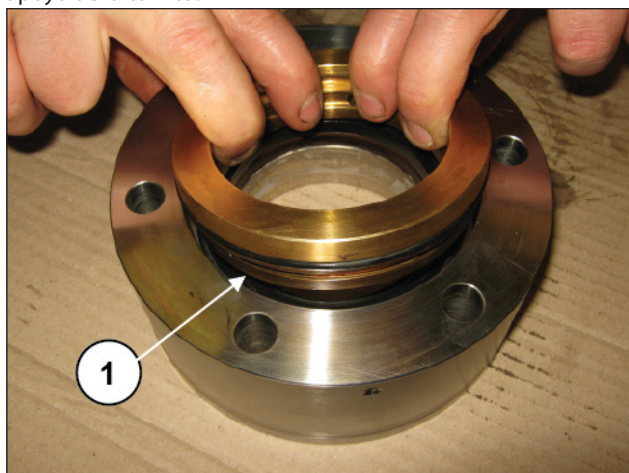
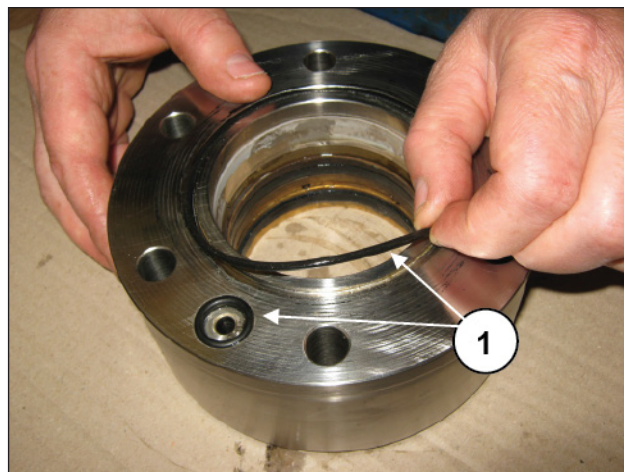

Fig. 225
Fig. 226
Montar el soporte de las juntas en la camisa (pos. ①, Fig. 225), y las juntas tóricas (pos. ①, Fig. 226) sobre la superficie de apoyo de la camisa.